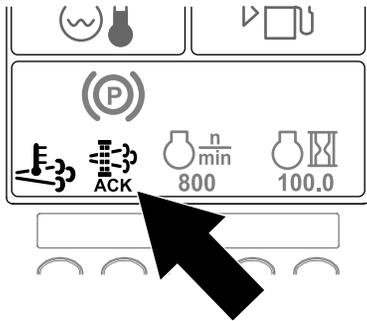

Figure 30
10. L'InfoCenter affiche l'écran d'accueil et l'icône de confirmation de la régénération (Figure 30) apparaît en bas à droite de l'écran pendant le processus de régénération.